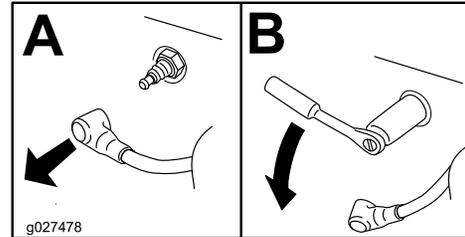

Figure 31
2. Déposez la bougie comme montré à la Figure 31.